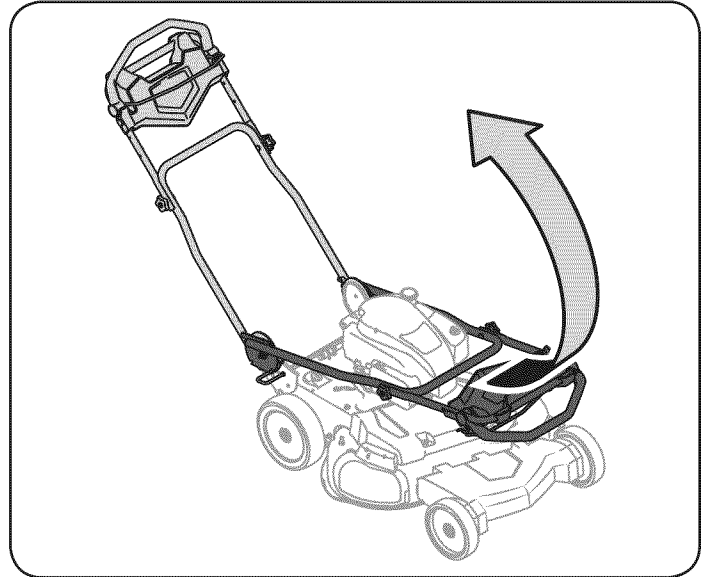

Figura 2
2. Gire la manija a la posición de funcionamiento. Tenga cuidado de no prensar los cables. Vea la Figura 2.